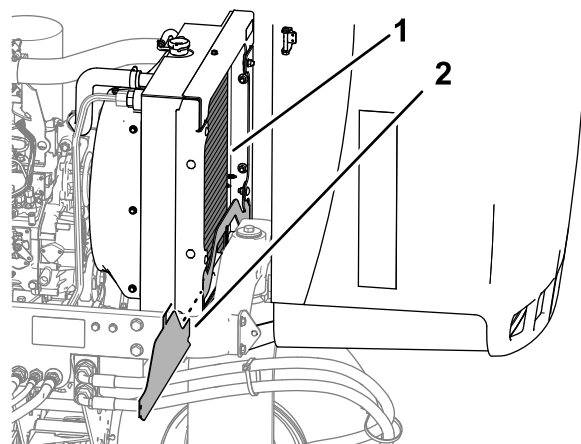

Figura 82
5. Pulite accuratamente con acqua o aria compressa entrambi i lati dell'area del radiatore (Figura 82).
4. Rimuovete il carter del radiatore inferiore (Figura 82).